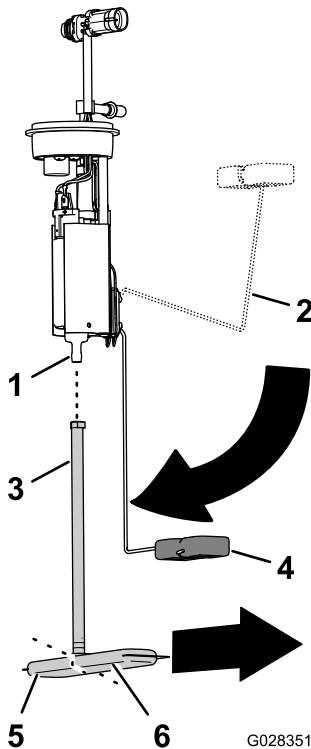

Figure 81
1. Détachez du raccord de la pompe à carburant le tube d'aspiration du filtre à carburant (Figure 81).
2. Alignez le tube d'aspiration du nouveau filtre à carburant et le raccord de la pompe à carburant (Figure 81).
3. Alignez la longue patte du filtre à carburant sur le flotteur quand le bras du flotteur à la position vide (Figure 81).
4. Insérez le raccord de la pompe à carburant dans le tube d'aspiration jusqu'à ce que le raccord soit parfaitement engagé (Figure 81).
2. Insérez la pompe à carburant/transmetteur dans le goulot du réservoir (Figure 80 et Figure 81).